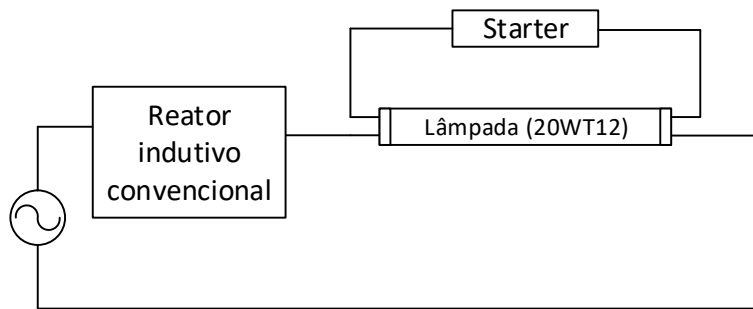

Figura 1 - Lâmpada 20WT12 alimentada por um reator indutivo convencional com starter
- 1.1.2. Analise o circuito a ser montado, apresentado na figura 1. Ele deve ser alimentado em 127 V (usando os terminais R e N) do painel. Peça ajuda ao professor em caso de dúvida.
- 1.1.3. Conecte o circuito conforme a figura 1. O starter a ser utilizado é o FS-2 (adequado para uma lâmpada de 20W). Caso necessário, use os condutores de maior comprimento pendurados na porta da sala.